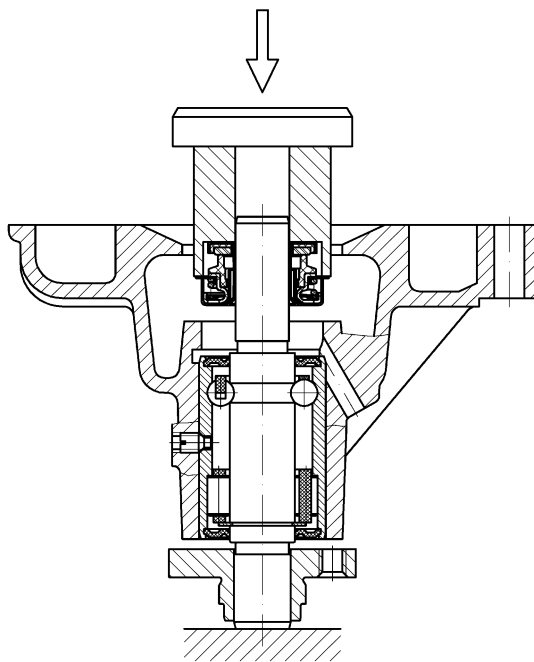
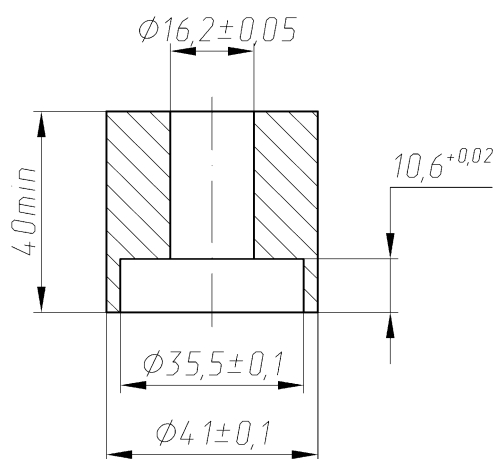

Рис.85. Запрессовка уплотнения
Рис.86. Оправка для запрессовки
- с помощью оправки запрессовать уплотнение на вал подшипника и в корпус насоса, не допуская перекоса (рис.85). Для запрессовки уплотнения использовать оправку (рис.86), с помощью которой обеспечивается необходимое сжатие пружины уплотнения;